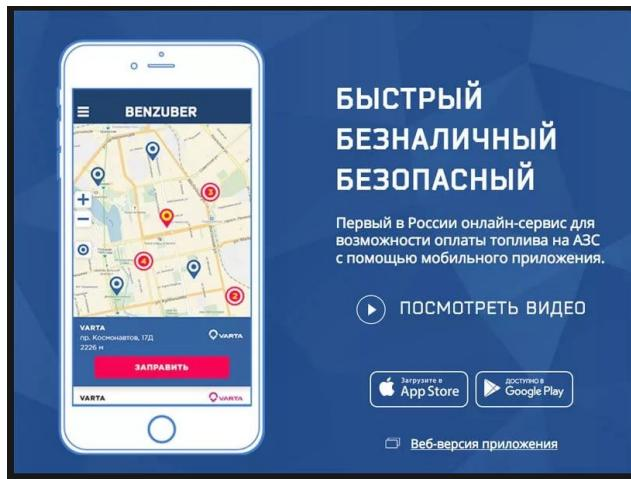

Рис.3
1. Скачать мобильное приложение BENZUBER в Google Play или App Store (рис.3) и установить на свой смартфон (сайт [www.benzuber.ru](http://www.benzuber.ru) ).